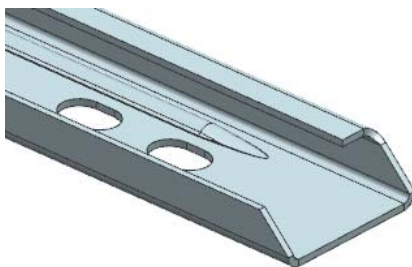

图 10-83 创建法向除料特征
(4) 返回到“法向除料”对话框，单击  按钮，创建法向除料特征，如图 10-83 所示。